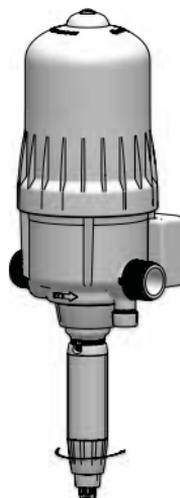

Fig. 14
- Afloje la tuerca de bloqueo de la dosificación (**Fig. 14**).